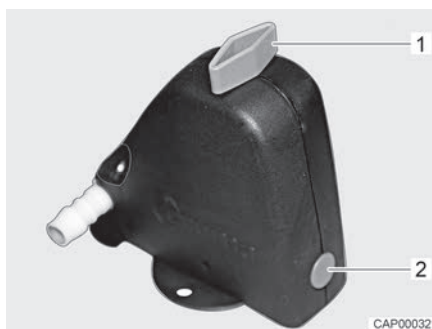
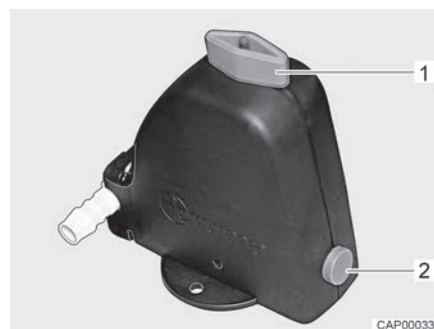

Bild 75 Säkerhets-/avtappningsventil stängd
Bild 76 Säkerhets-/avtappningsventil öppen
- Öppna säkerhets-/avtappningsventil (Bild 75). Vrid vredet (Bild 75,1) mot säkerhets-/avtappningsventilen. Tryckknappen (Bild 75,2) skjuts ut. Den öppna säkerhets-/avtappningsventilen visas i Bild 76.